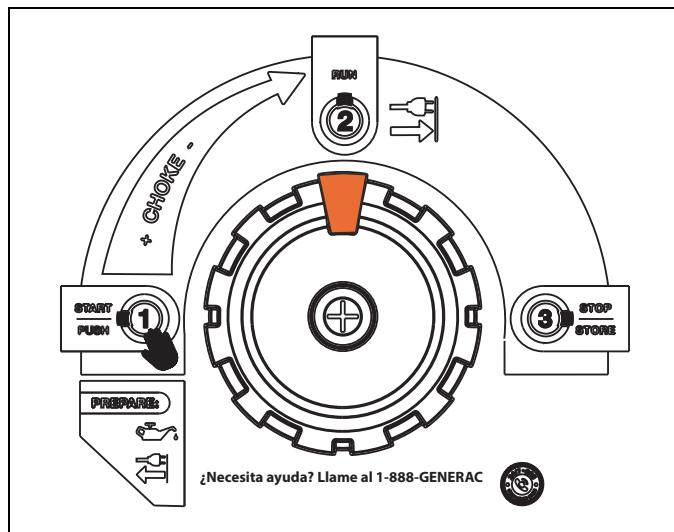

Figura 3-3. Posición RUN (Funcionamiento) de PowerDial
3. Vea la Figura 3-3. Cuando el motor arranca, gire gradualmente PowerDial en sentido horario, hasta que el motor funcione suavemente y luego gírelo completamente a la posición RUN (Funcionamiento). La operación del cebador se reduce a medida que PowerDial se gira hacia la posición RUN (Funcionamiento). Si el motor falla intermitentemente, gire el PowerDial en sentido contrahorario a la posición START (Arranque), para aumentar el cebador, hasta que el motor funcione suavemente y luego gírelo la posición RUN (Funcionamiento).